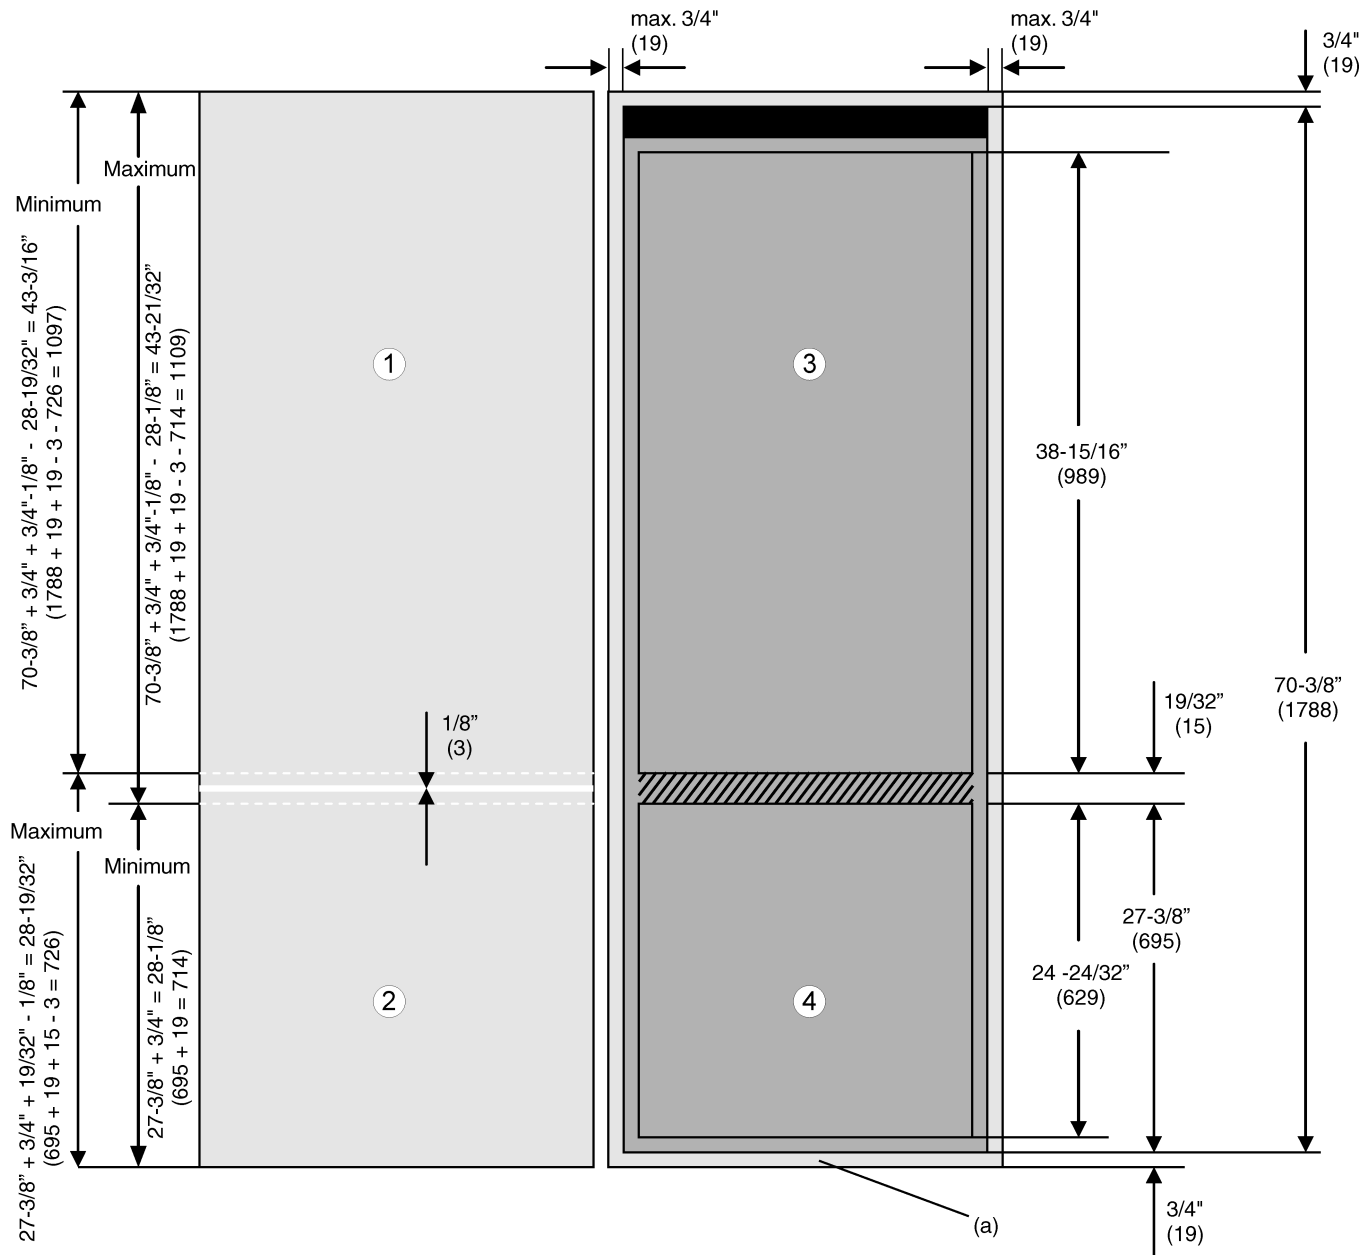

Fig. 3
► Pour couvrir le front de la plaque de fond Fig. 3 (a) : prolonger la hauteur de plaque à 27-3/8 in. + 3/4 in. = 28-1/8 in. (695 mm + 19 mm = 714 mm) .
Lorsqu'aucune porte de placard n'est encore montée, la fente entre la porte du compartiment congélateur Fig. 3 (4) et la porte du compartiment réfrigérateur Fig. 3 (3) est de 19/32 in. (15 mm). Après le montage des portes de placard, la fente entre les deux portes Fig. 3 (1,2) est d'environ 1/8 in. (3 mm) et doit se situer dans la surface hachurée.